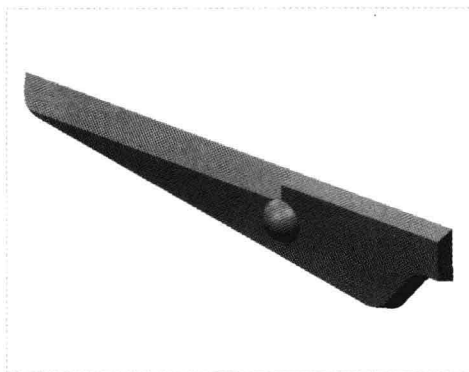

图 15-63 创建旋转特征
Step 14 返回“旋转”选项卡,单击“应用并保存在工具中所做的所有更改,然后关闭工具操控板”按钮,完成旋转特征的创建,如图 15-63 所示。